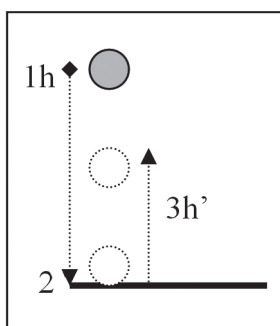

Figura 7.1: Transformação de energia da bola quando ela colide com o piso.
Para ilustrar o significado da energia interna, imaginemos uma bola largada de uma altura h (posição 1 da **Figura 7.1**). Ao colidir com o piso (posição 2 da **Figura 7.1**), ela inverte sua velocidade e atinge uma altura h' (posição 3 da **Figura 7.1**), menor do que a altura inicial. Se desprezarmos a resistência do ar, podemos dizer que a energia mecânica do centro de massa da bola permanece constante durante a sua queda, diminui durante a colisão, devido ao processo de deformação da bola, e permanece constante durante a subida dela. A energia interna da bola permanece constante durante a queda, aumenta durante a colisão e permanece constante durante a sua subida.
2. Na **Figura 7.1**, a energia mecânica no ponto 3 é menor do que aquela do ponto 1. Explique a diferença.